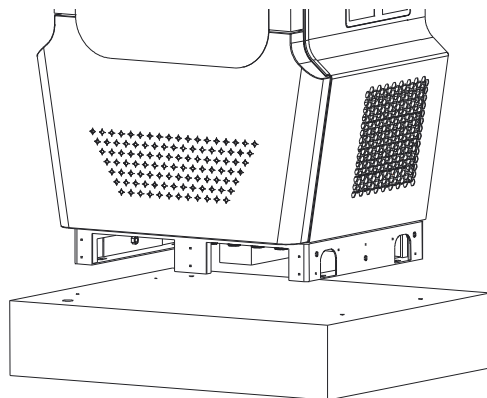

Figure 14. Positionnement de l'EVSE
1) Soulever la station de recharge au-dessus du socle en béton. Voir la figure 14.